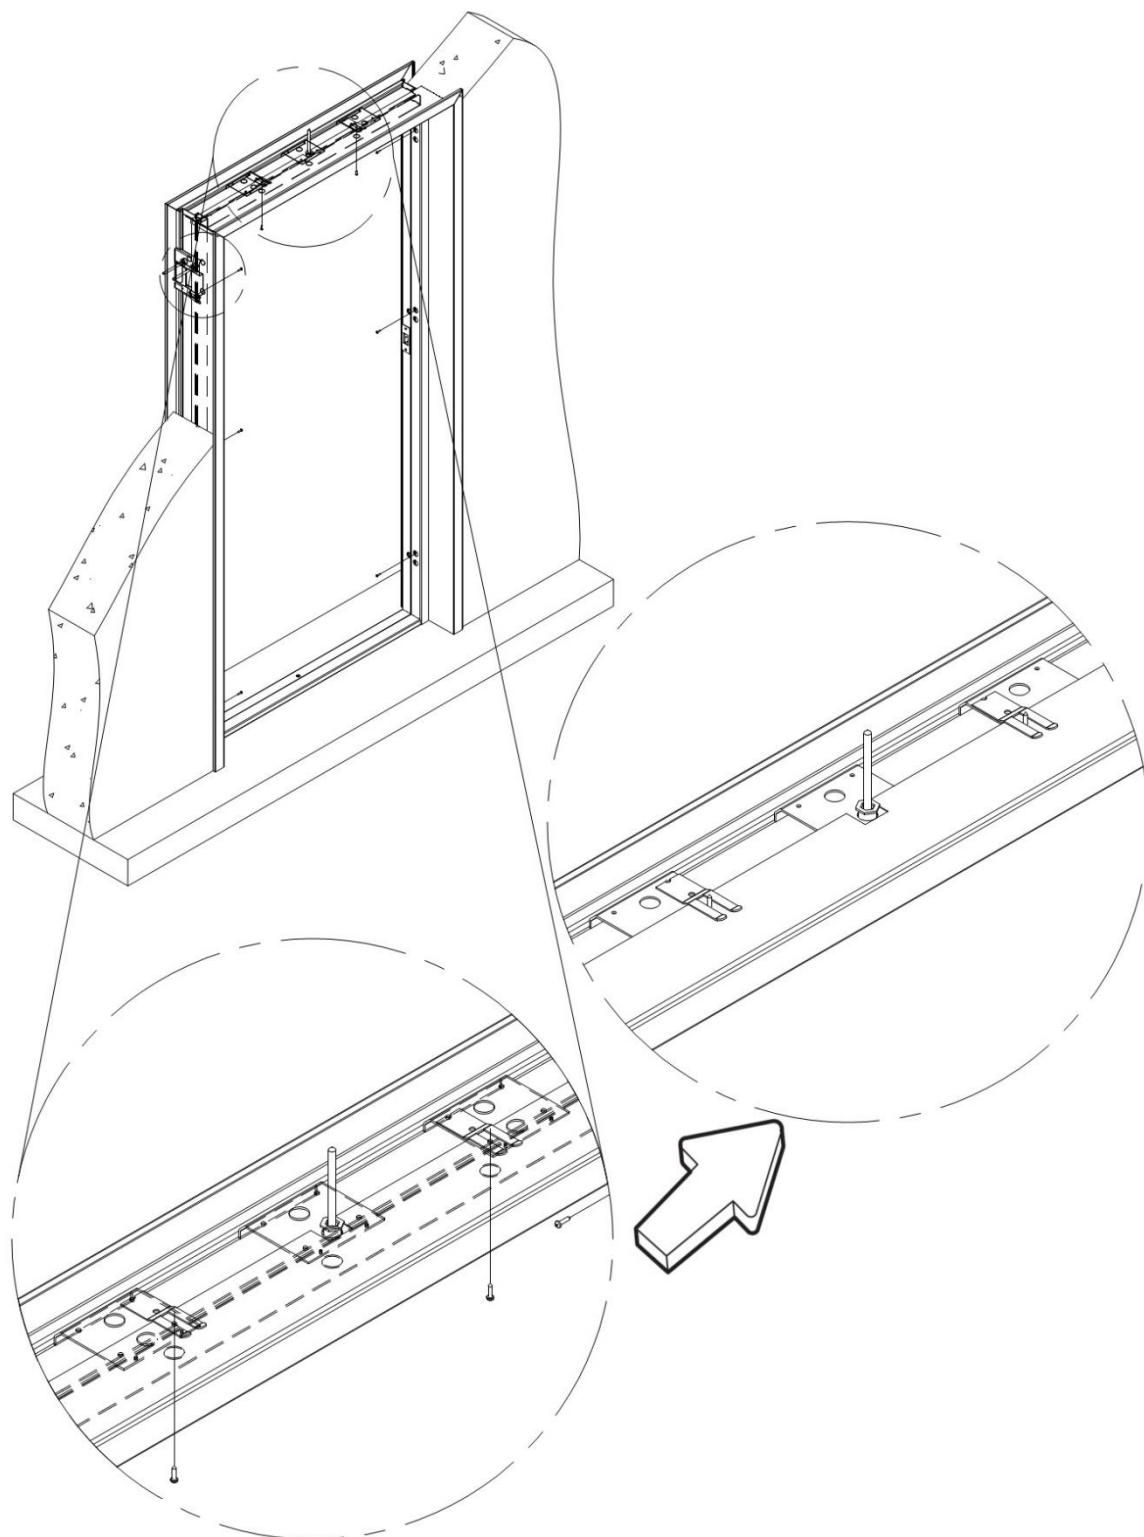

Figur 2.3 Montering av innerkarmens detaljer på karmen.
5. Sätt innerkarmen på karmen. Se till att inte skada färgskiktet! Börja med att sätta innerkarmens överdel på plats. Placera dess kant mellan karmkanten och innerkarmens motstycken och skjut in den tillräckligt djupt så att innerkarmens tillbakaböjda del kommer i kontakt med väggen. (Figur 2.3)
6. Sätt en av innerkarmens sidodetaljer på plats. Skjut in den mellan karmen och motstyckena. Den handböjda kanten på innerkarmens överdel ska hamna på sidodetaljens yttre yta. (Figur 2.3)
7. Upprepa det föregående steget med den andra sidodetaljen av innerkarmen. (Figur 2.3)